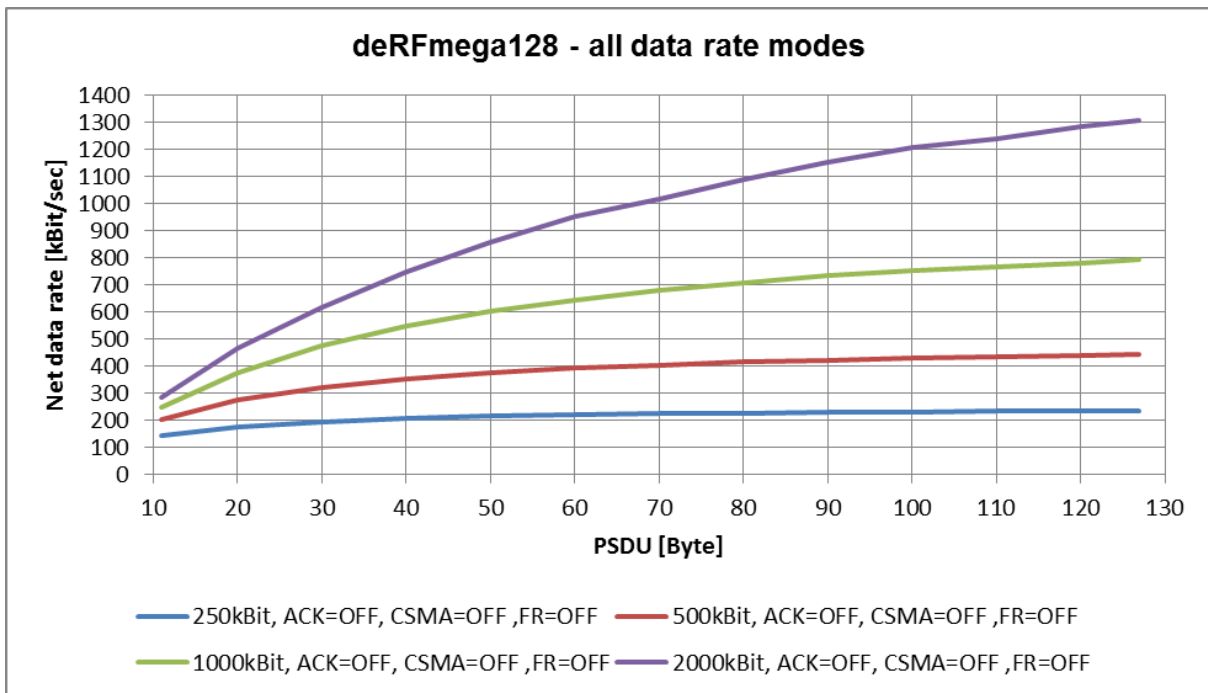

Abbildung 2: Ergebnis Brutto-Datenrate vs. Netto-Datenrate beim deRFmega128
- **Tabelle 1** und **Abbildung 2** fassen das Ergebnis der Untersuchung zusammen. Die maximale Netto-Datenrate lässt sich nur durch Abschalten aller Fehlerschutzmechanismen erreichen.